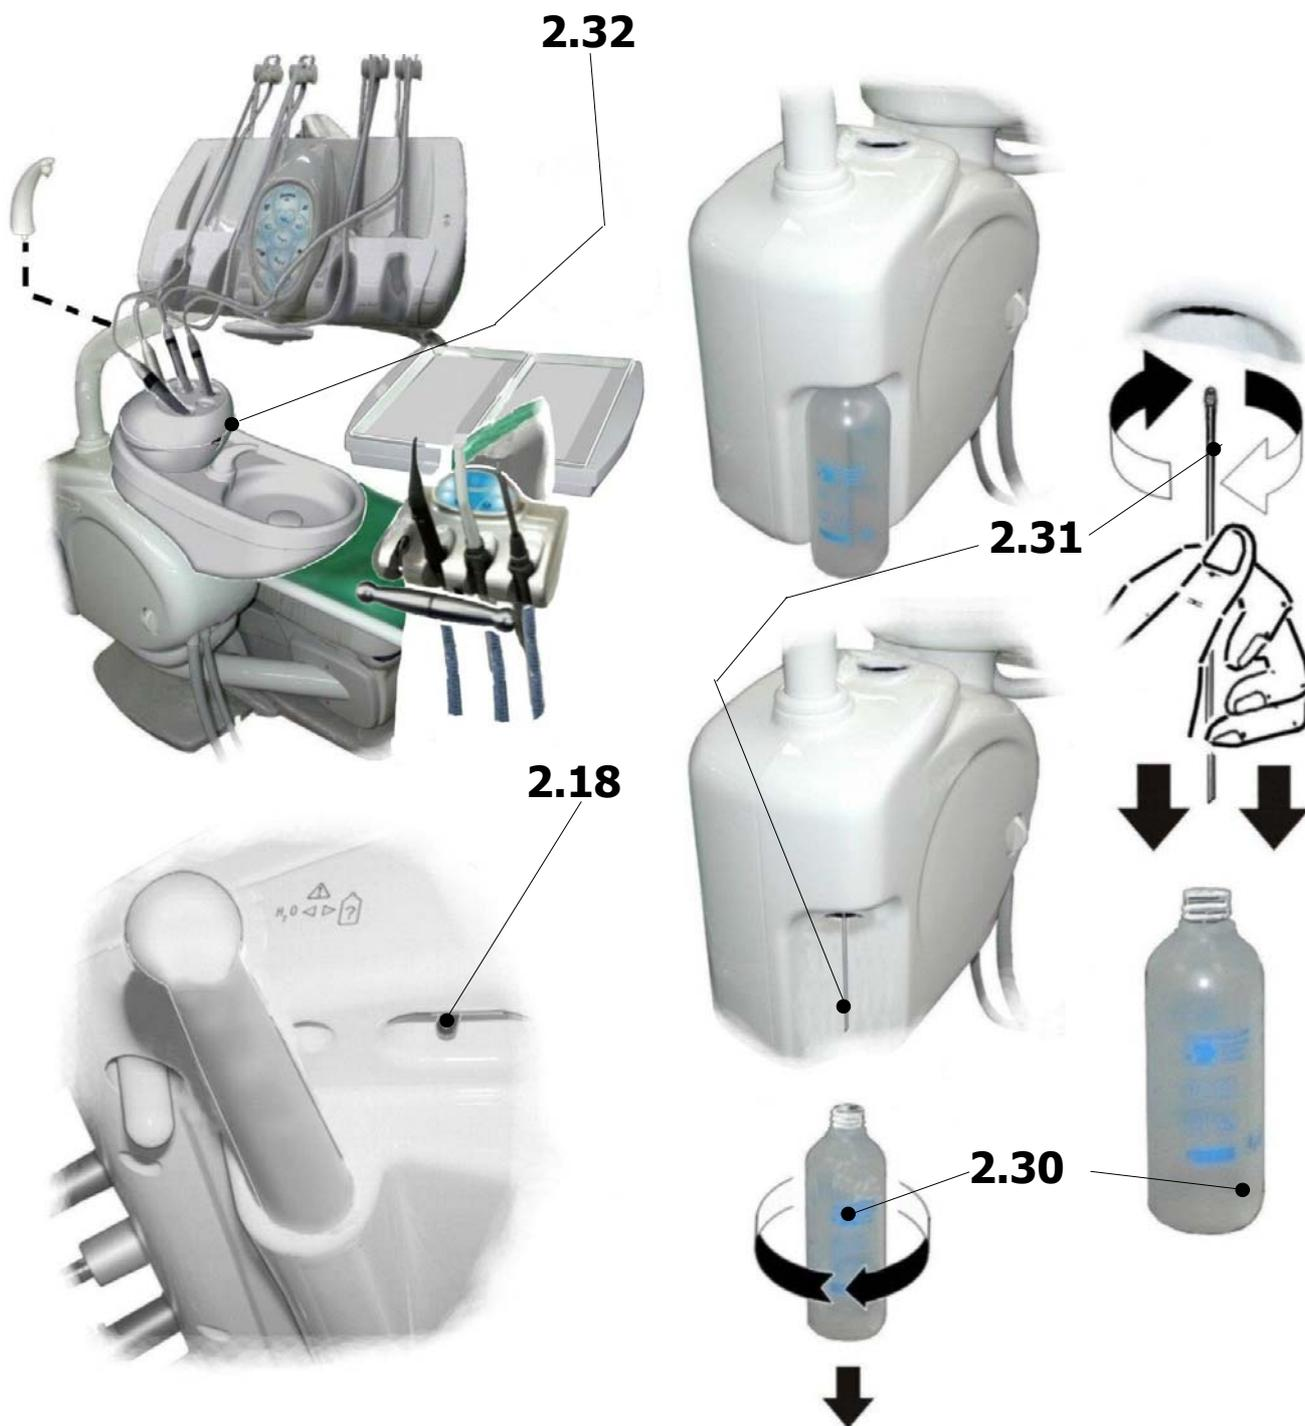

Fig. 6 – Système AUTOSTERIL/TIME FLUSHING
- placer la manette de sélection de l'alimentation sur la position H₂O (**2.18** - fig. 6 et 2C)
- placer la manette de sélection de l'alimentation (**2.18** - Figs. 6 et 2C) sur la position
- placer la manette de sélection de l'alimentation sur la position H₂O (**2.18** - fig. 6 e 2C)
- placer la manette de sélection de l'alimentation (**2.18** - figs. 6 e 2C) sur la position
- Alimentation indépendante assurée par un réservoir, stérilisable ou jetable (2.30 - Fig. 6);
Le réservoir et de aiguille de pompage (2.30 et 2.31 - Fig. 6) sont amovible et stérilisables en autoclave à 135 °C, 210 kPa (2,1 bars) pendant 20 minutes. Le réservoir est également utilisé pour les cycles Cycle Autosteril/Time Flushing de décontamination (voir Autosteril/Time Flushing)
La commande de sélection de la source d'alimentation est un levier se trouvant sur le côté de la Tablette Dentiste (2.18 - Fig. 6):